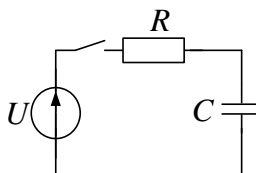

Рис. 5.1. Схема для заряда емкости
2. На рис. 5.1 показана электрическая цепь, состоящая из последовательно соединенных резистора R и конденсатора C . Конденсатор заряжается от источника U